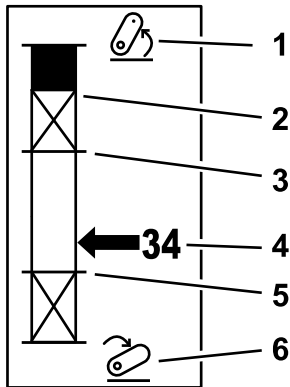

図 22
2. アウトクロスを開始させ、表示画面をステータス表示にして3点ヒッチの高さを表示させる 図 22。
3. 3点ヒッチを上げ下げして、移動走行位置、旋回位置、最大作業位置、最小作業位置、それぞれにおける現在のヒッチの位置表示される数値を記録する 図 22。
3点ヒッチ式アタッチメントの最大上昇高さです。この位置の設定は、アタッチメントに許される最大高さまたは、PTO シャフトを駆動していない状態での最大高さのうち低い方の高さに設定します。この時にステータス表示に表示される高さ位置をメモしておいて、インフォセンターのパラメータ設定画面で入力してください 図 22。
このパラメータは、パドル操作する3点ヒッチアタッチメントでのみ必要です。これは、アタッチメントが「旋回」中または障害物を避けるために上昇させられしている時の3ポイントの自動位置です。実際に3点ヒッチアタッチメントを上昇させ、アタッチメントが自然状態のターフの谷間を損傷しないことを確認してください。この時にステータス表示に表示される高さ位置をメモしておいて、インフォセンターのパラメータ設定画面で入力してください 図 22。
ておいて、インフォセンターのパラメータ設定画面で入力してください 図 22。
アタッチメントを、許される最低位置まで下降させ、この時にステータス表示に表示される高さ位置をメモしておいて、インフォセンターのパラメータ設定画面で入力してください 図 22。